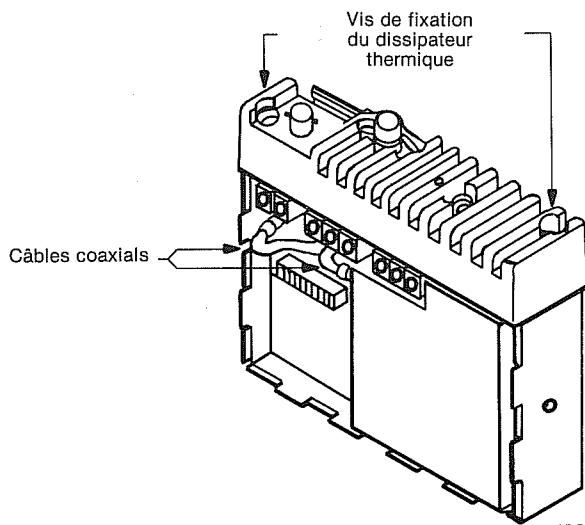

Figure 12
(2) Débranchez les deux câbles coaxiaux de la platine HF (voir figure 12).
(3) Déserrez les vis de montage du dissipateur thermique (voir figure 12) et sortez-le du châssis en tirant dessus, en faisant attention de bien faire passer les câbles coaxiaux par leurs trous dans le châssis.